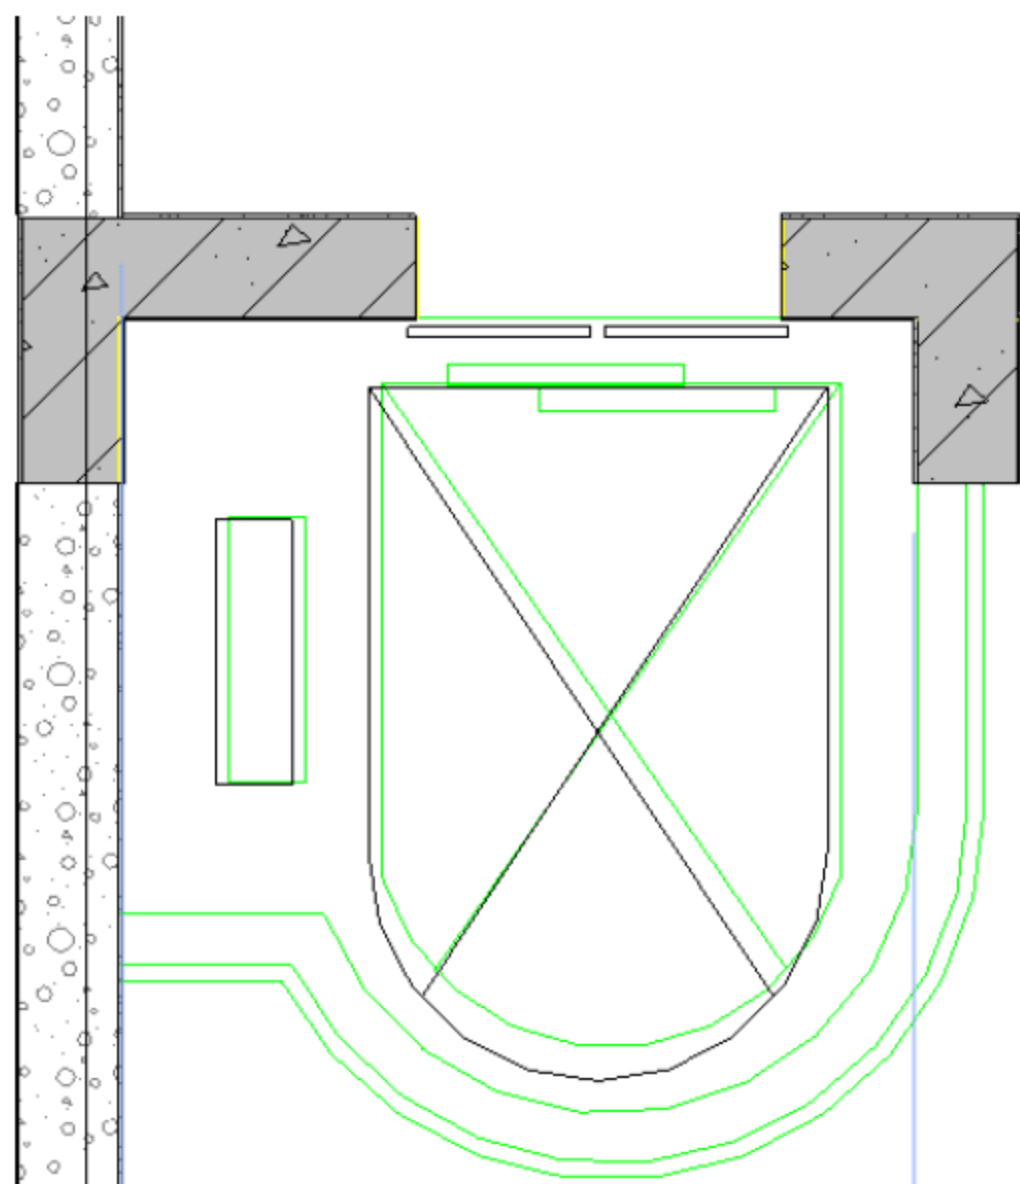

图 10.4.66 插入观光电梯族
(2) 插入观光电梯族。电梯的插入采用门的方式插入，选择“建筑”→“门”命令（或者按快捷键 D+R），底标高为“0”，在相应对准的地方插入族，插入对齐后如图 10.4.66 所示。